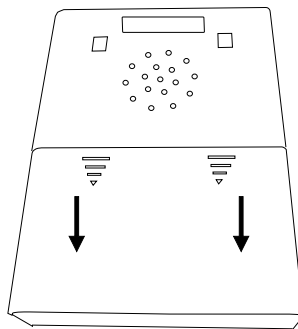

Figure 1 : Compartiment à piles du récepteur « signalux »
- a) A l'arrière du boîtier se trouve le compartiment à piles qui s'ouvre en glissant prudemment le couvercle vers le bas (voir fig. 1).